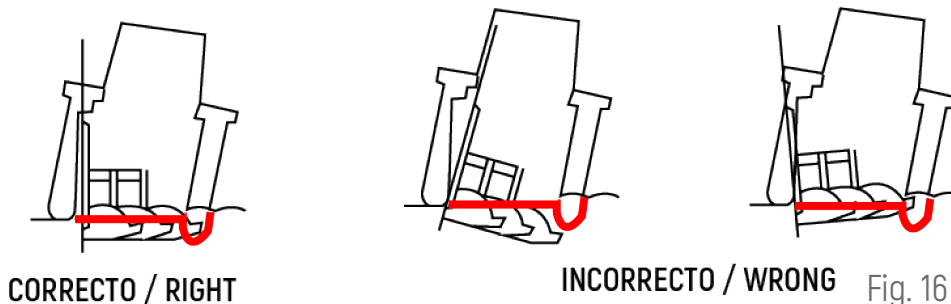
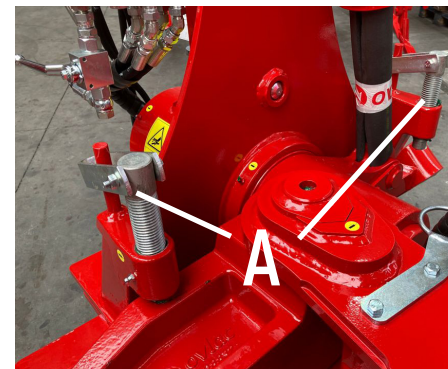

Fig. 16
Fig. 17
Como punto de partida, después de regular la perpendicularidad de las anclas con el terreno, actuando sobre los topes de volteo A (Fig. 17) pondremos una anchura de trabajo de unos 40-45 cm y colocaremos la punta del primer cuerpo a unos 40 cm. del interior de la rueda como se indica en la imagen correcta de la fig. 13.
Por el mismo motivo, debe comprobarse que durante el trabajo las áncoras adoptan una posición perpendicular al suelo (Fig. 16). Para ello es necesario que los brazos del tractor se encuentren a la misma altura y ACTUAR SOBRE LOS TOPES DE VOLTEO (A) QUE SE ENCUENTRAN A AMBOS LADOS DEL CABEZAL (Fig. 17).